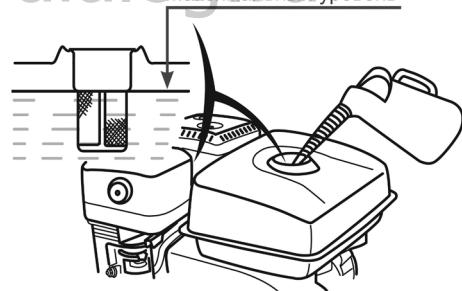

Рис. 20 Максимальный уровень топлива в топливном баке
Максимальный уровень топлива показан на Рис. 20.
3. Залейте бензин в топливный бак при помощи специальной емкости или воронки до уровня, показанного на Рис. 20.